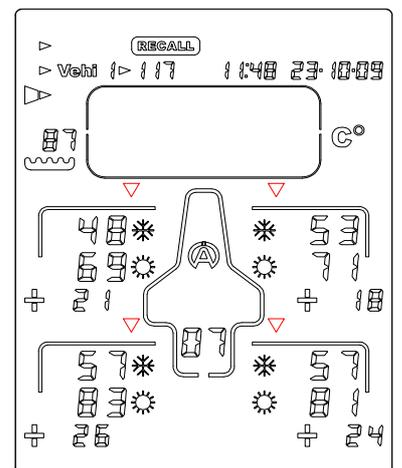

Abbildung 13
- 7) Drücken Sie Taste  oder  erneut: Das Tyrecontrol zeigt die letzte Phase der Daten an, d.h. die Temperaturen im Innern des Reifens, vor  und nach  der Fahrt + die Differenzen (*Abbildung 13*).